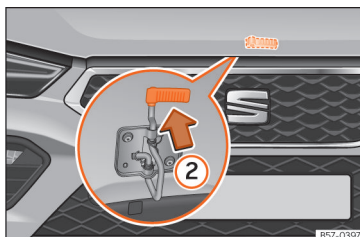

Abb. 208 Hebel unter der Motorraumklappe.
- Zum Anheben der Motorraumklappe drücken Sie den Hebel unterhalb der Motorhaube nach oben » Abb. 208 ②. Dabei wird der Fanghaken entriegelt.